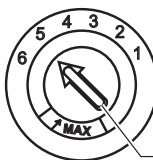

Рис. 7
- В дозаторе ополаскивателя предусмотрено шесть положений настройки (рис. 7). Всегда начинайте работу с переключателем дозатора в положении «4». Если при этом имеют место пятна и неэффективная сушка, то следует увеличить количество подаваемого ополаскивателя. Для этого откройте крышку дозатора и установите ручку регулятора в положение «5». Если и в этом случае на посуде остаются пятна, и она плохо высыхивается, установите переключатель на более высокое число, чтобы добиться нужного качества мойки. Заводская настройка - положение «5».